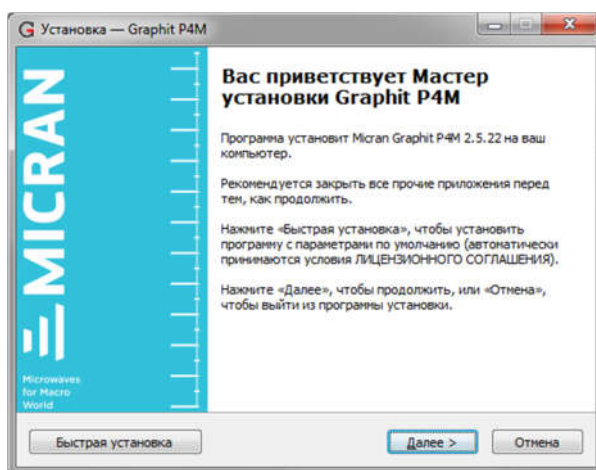

Рисунок 2.2 – Выбор варианта установки ПО «Graphit P4M» в окне «Установка – Graphit P4M»
2.2.7.4 После выбора языка²⁾ выбрать режим установки в открывшемся окне «Установка – Graphit P4M» (рисунок 2.2).